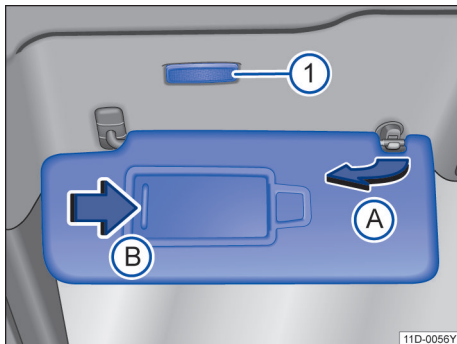

图 83 遮阳板
- 从托架中拉出并向车门翻转 → 图 83(A)。
在已翻下的遮阳板上，在一块盖板后有一个化妆镜。在滑动打开盖板 → 图 83(B)时，照明灯 → 图 83(1)亮起。